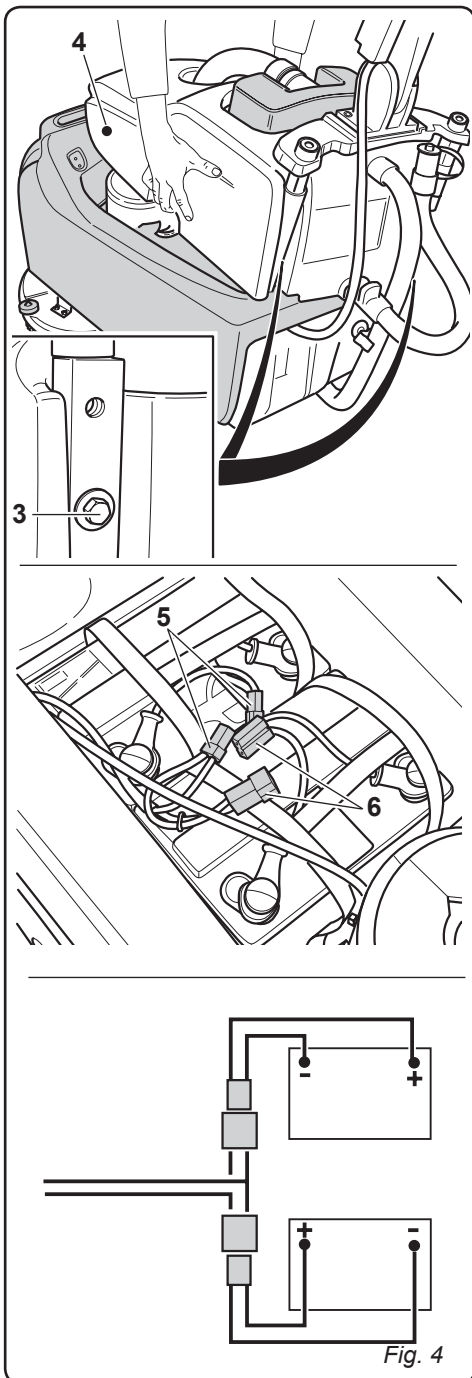

Fig. 4
3.1.b - Conexão das baterias (apenas para a versão CB) (Fig. 4)
- Desparafuse os parafusos (3) que mantêm o tanque fechado (4) junto à alça de apoio.
- Remova o reservatório (4) de águas sujas e ligue os conectores (5) e (6) das baterias.
- Monte novamente o reservatório (4) de água.